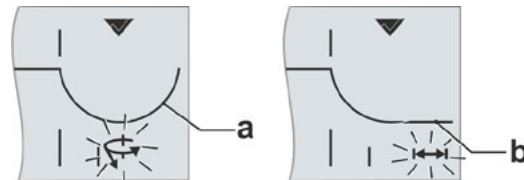

Fig. 5: Visning av aktiv utkoblingsmåte;
6. Bekreft valgt endeosisjon: Trykk på dreiebryteren. Displayet bytter til innstilling av utkoblingsmåte for den valgte endeosisjonen. Den aktuelle utkoblingsmåten blinker (Fig. 5):
I displayet vises den aktive utkoblingstype med forskjellige linjer (Fig. 5):